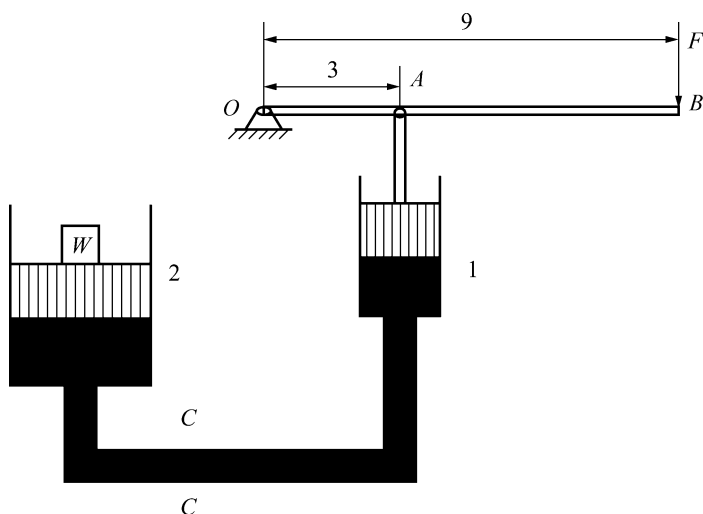

图 33
20. 如图 33 所示, 液压系统活塞 1 和活塞 2 的面积分别为 3m^2 和 5m^2 , 管道处的截面积为 1m^2 , 液压系统中充满油液, OA 长 3m , OB 长 9m , 不计压力损失, 试计算: